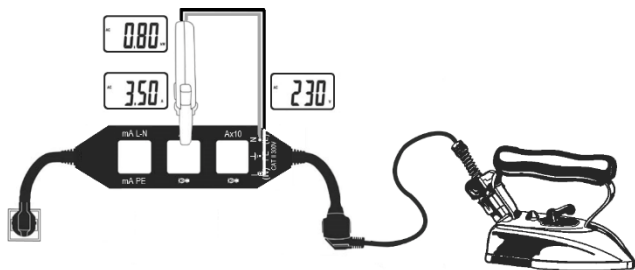

Fig. 4
4. Lisez les valeurs correspondantes pour le courant, la tension et la puissance absorbée de la charge (voir fig. 4).